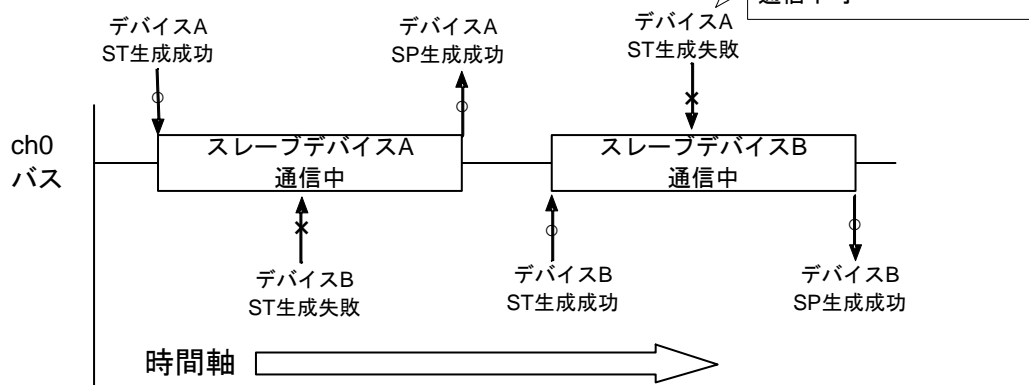

図 1.1 複数スレーブデバイスの制御例
- スレーブ受信とスレーブ送信は、マスタから送信されるデータの内容によって、その後の動作を行います。スレーブ受信の詳細は、「1.3.4スレーブ送受信の処理」の「(1) スレーブ受信」に、スレーブ送信の詳細は、「1.3.4スレーブ送受信の処理」の「(2) スレーブ送信」に示します。
- 4) 1つのチャンネル・バス上の複数かつアドレスが異なるスレーブデバイスを制御できます。ただし、通信中(スタートコンディション生成から、ストップコンディション生成完了までの期間)は、そのデバイス以外の通信はできません。図 1.1に複数スレーブデバイスの制御例を示します。